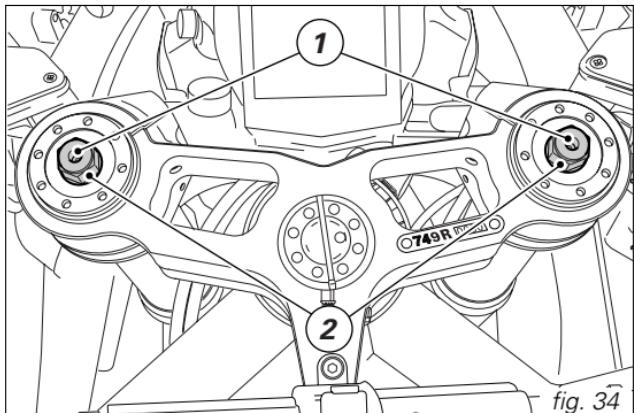

fig. 34
- 1) (fig. 34) régler le frein hydraulique en extension ;
- 2) (fig. 34) régler la précontrainte des ressorts intérieurs ;